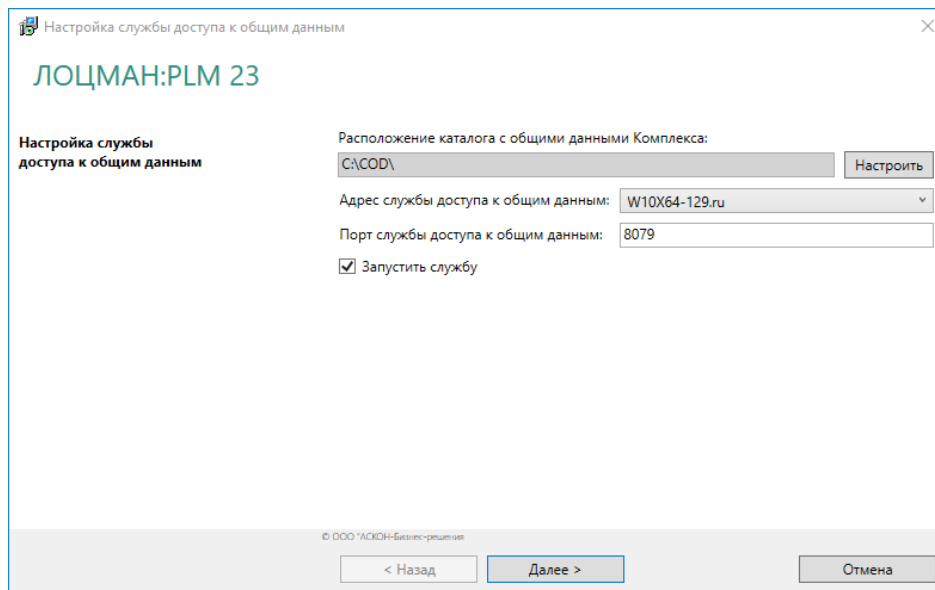

Рис. 4.17
1. В окне мастера (рис. 4.17) справа от поля **Расположение каталога с общими данными Комплекса** (поле нередатируемое, предназначено для информации) нажмите кнопку **Настроить**. В открывшемся стандартном диалоге Windows настройте доступ к сетевому ресурсу каталога с общими данными (см. табл. 4.2 на с. 63).